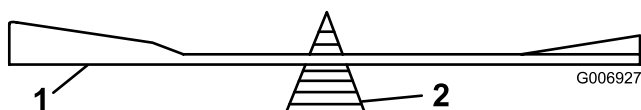

Figure 35
2. Vérifiez l'équilibre de chaque lame en la plaçant sur un équilibreur (Figure 35). Si la lame reste horizontale, elle est équilibrée et peut être utilisée. Si la lame est déséquilibrée, limez un peu le dos de la lame. Répétez la procédure jusqu'à ce que la lame soit équilibrée.